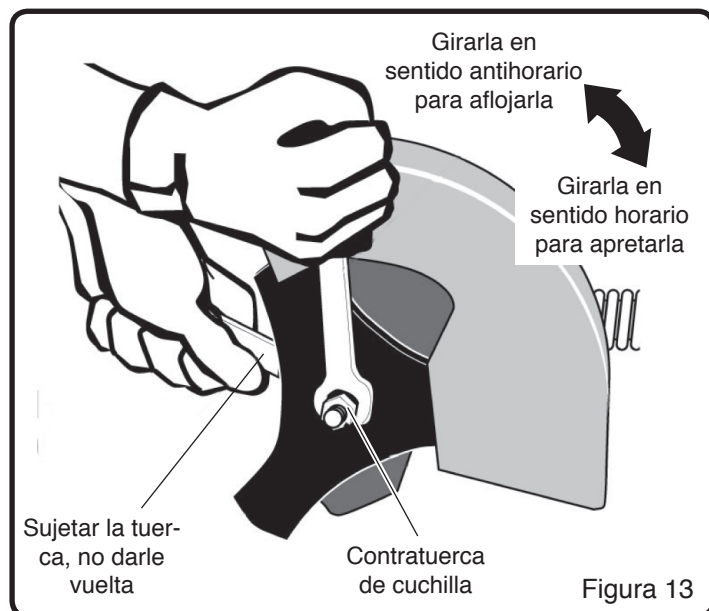

Figura 13
**NOTA:** El reemplazo de la cuchilla requiere dos (2) llaves ajustables de 12 pulgadas o dos (2) llaves de 19 mm [3/4 de pulgada].
- Retirar la contratuerca de la cuchilla que sujeta la cuchilla al eje de impulsión. (Véase la Figura 13)
Para retirar o apretar la contratuerca de la cuchilla, siempre utilizar el método mostrado en la Figura 13. Siempre colocar la llave de sujeción sobre la tuerca detrás de la cuchilla.